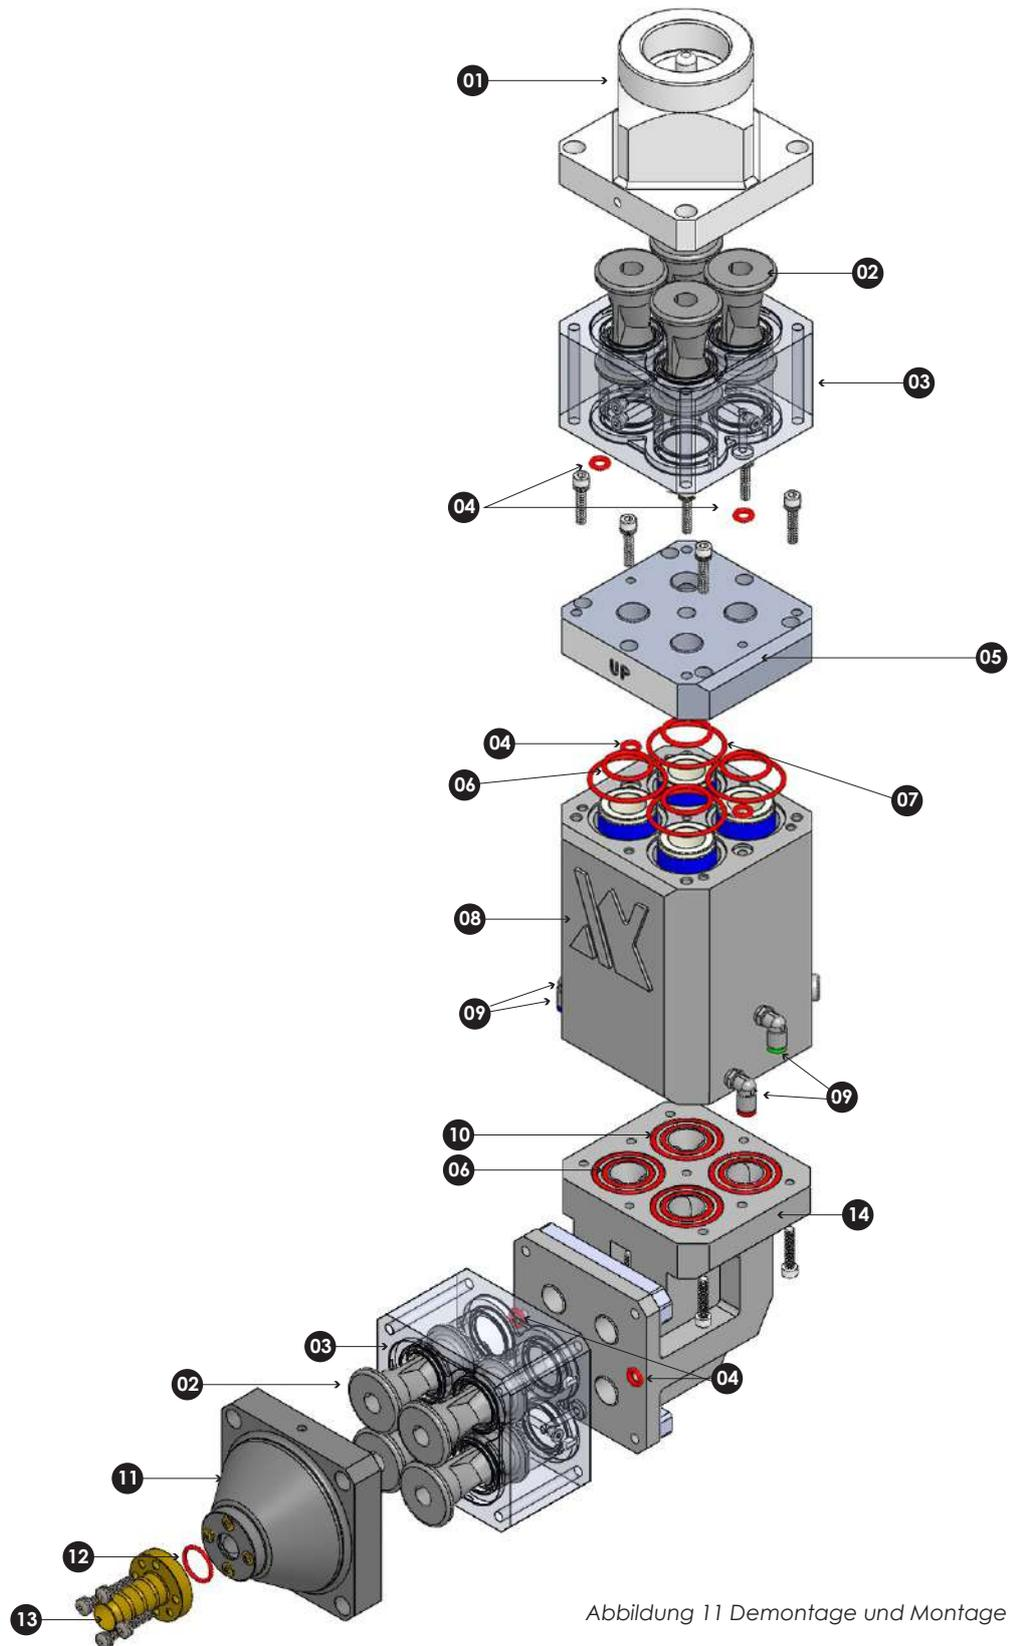

Abbildung 11 Demontage und Montage der Pumpe
6. Siehe Abbildung 11. Beginnen Sie mit den Fluidisierungsrohren und zerlegen Sie die Pumpe wie gezeigt. tubes, disassemble the pump as shown.